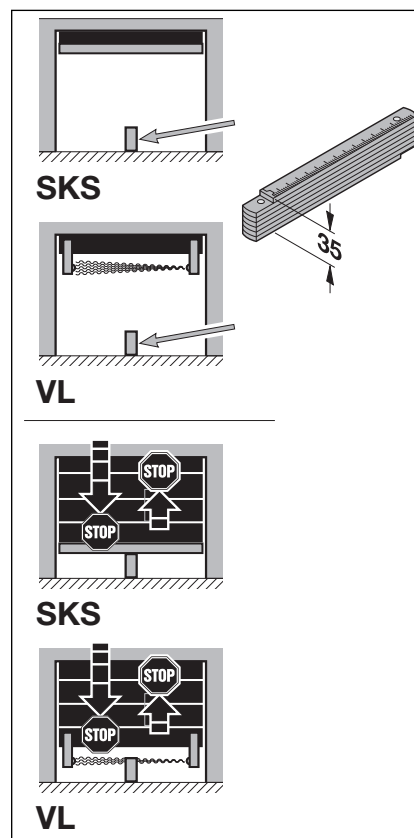

Abb. 6-17: Настройка положения SKS-стоп вручную
- Поместите в центре ворот образец для испытания (см. рис. 6-17).